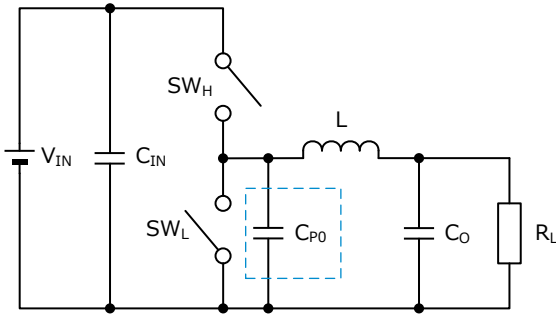
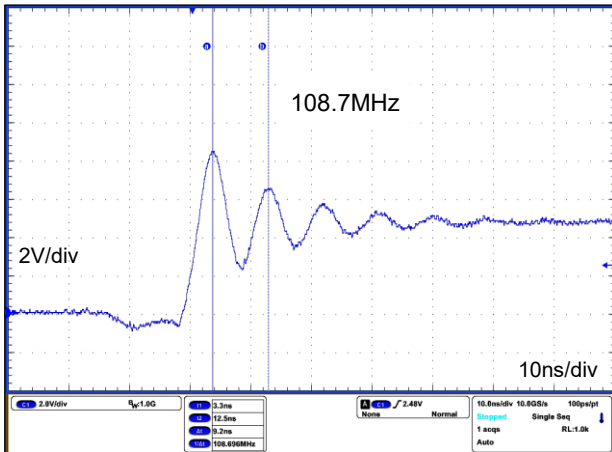

Figure 8. 追加  $C_{P0}$
Figure 9. 将  $C_{P0}$  设为 680pF 时的振铃频率
2. 如 Figure 8 所示, 在开关节点和 GND 间接入电容  $C_{P0}$ , 求得振铃频率变为 1/2 时的电容值。该例将 217.4MHz 的一半 108.7MHz 作为目标, 实验结果显示当追加 680pF 电容时, 振铃频率约为 108.7MHz (Figure 9)。